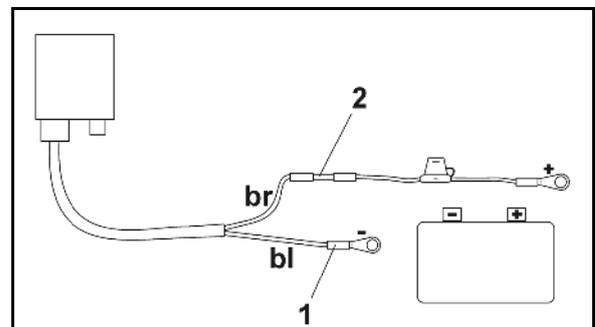

図 18
2. 両ヒンジボルト (図 18/1) を引き抜きます。
5. 青色のケーブルコア (アース) をリング端子に挿入します (図 18/1)。
7. 茶色のケーブルコア (+12 V) をコネクタ (図 18/2) の空いている端に差し込みます。
9. 熱源 (ライターまたはドライヤー) を使い、接着剤が漏れ出すまでコネクタ (図 18/2) を収縮させ、固定します。